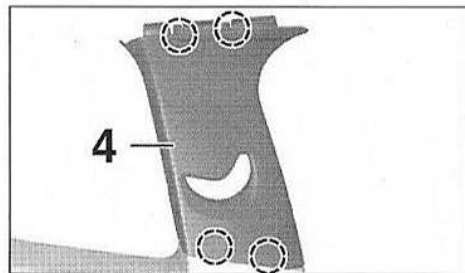

FIG.41
- Dégrafer et déposer la garniture supérieure du pied milieu (4) (Fig.41).